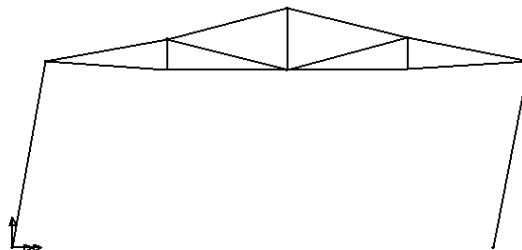

Fig. 56
- pe ecran va fi afișată deformată structura corespunzătoare cazului activ de încărcare (combinația 3) (fig. 56)